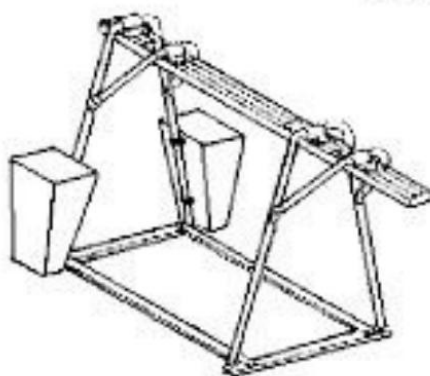

FIG. 6 — Colocação dos contentores de contrapeso
- 6) Introduza em cada contentor 153 kg de contrapeso, para uma massa global de 306 kg, com suporte de cavalete de capacidade máxima 300 kg. A seguir feche os contentores com tampa e cadeado (ver FIG. 6). É absolutamente proibido encher os contentores de contrapeso com material líquido.